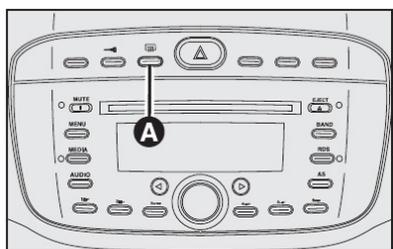

fig. 56
DESEMBAÇAMENTO/DESCONGELAMENTO DO VIDRO TRASEIRO TÉRMICO - fig. 56
- vidro traseiro térmico (para acionar/desacionar somente vidro traseiro térmico, pressionar o botão **A - fig. 56**);